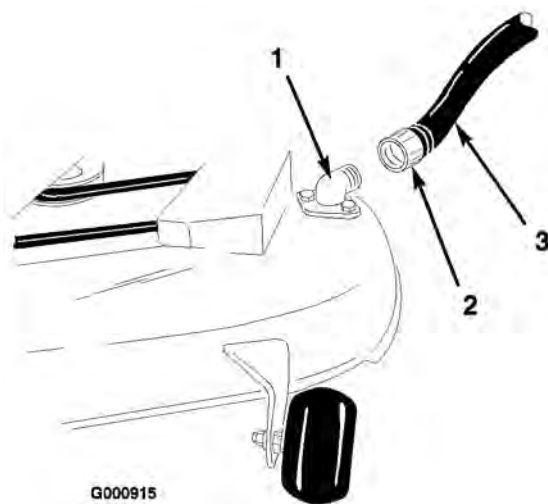

Figure 51
- Vissez le raccord de lavage à l'embout de lavage du carter de tondeuse et ouvrez l'eau en grand (Figure 51).